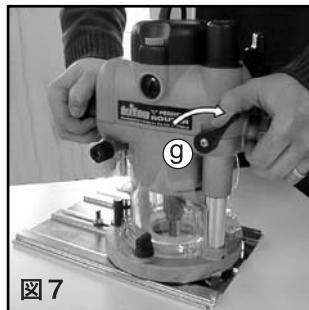

図7
2. プランジロックレバー⑨をゆるめ、ルーターを押させて必要な深さに調整した後、ロックレバーを締めます。(図7参照)
3. 作業に入る前にプランジロックレバー⑨を締めて固定します。(図7参照)